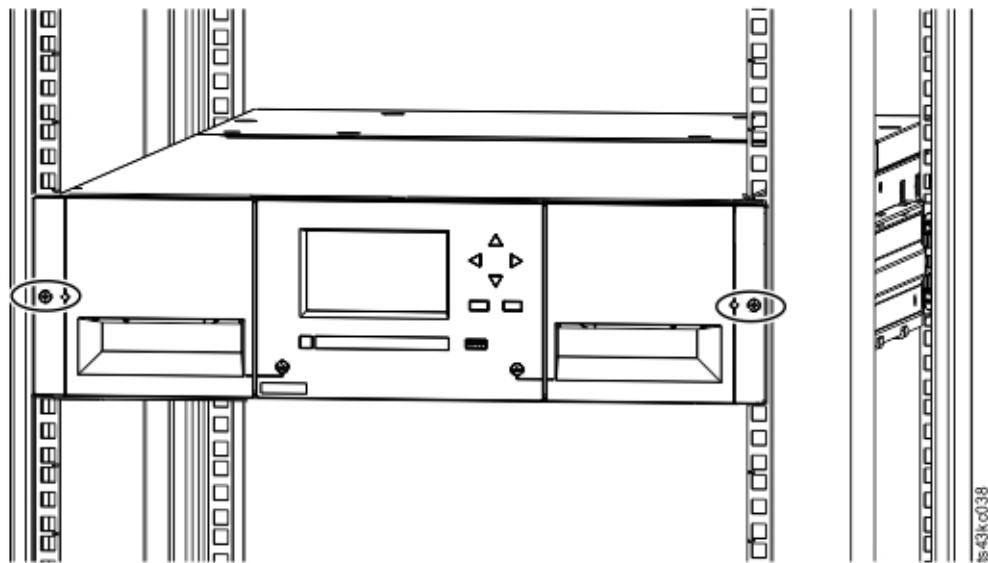

Figura 42. Libreria nel rack
5. Con un cacciavite Phillips, avvitare il modulo nella parte anteriore dell'alloggiamento, una vite su ciascun lato. Vedi le aree cerchiate in Figura 42 a pagina 62.